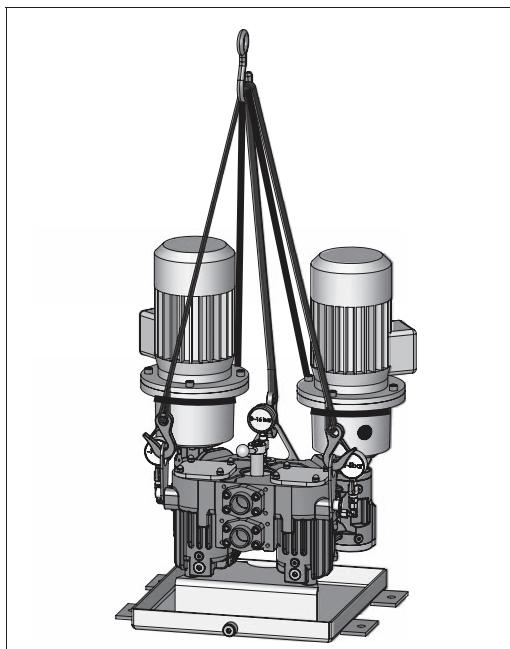

Рис. 1. Крепление грузоподъемного устройства – принципиальная схема
- Грузоподъемное устройство закрепить на насосной станции, см. рис. 1, станцию поднимать краном.